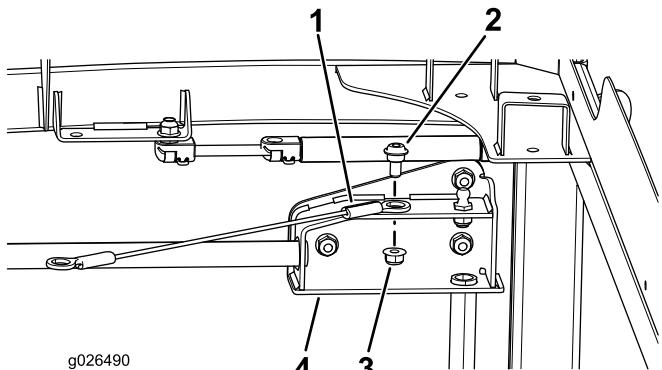

Figura 6
- Monte o cordão na dobradiça da estrutura da porta com um parafuso com olhal (5/16 x 1/2 pol.) e uma porca de bloqueio (5/16 pol.) como se mostra na Figura 6.